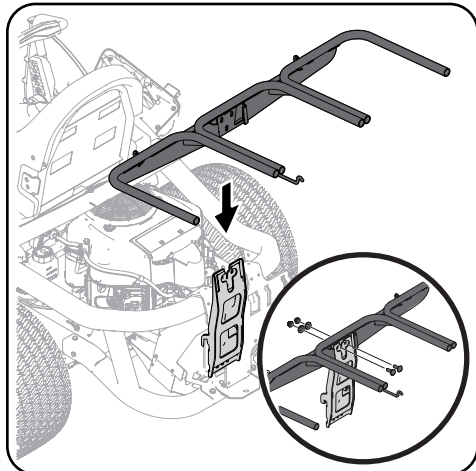

Figura 4-7
1. Coloque y sujete el conjunto del colgador en la ménsula de soporte vertical usando dos pernos de carro (710-0276) dos arandelas de cubeta (736-0242) y dos tuercas de seguridad con brida (712-04063) del paquete de herrajes 689-01419. Figura 4-7.